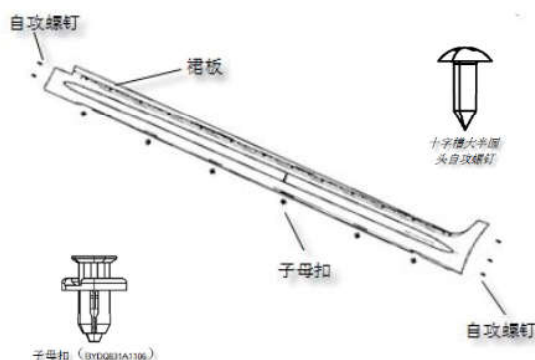

图 2-23
- (1) 用十字螺丝刀将车身前轮和后轮处 5 个自攻螺钉拆卸掉;
- (2) 用一字螺丝刀将于车身底部支架连接的 6 个子母扣拆卸掉, 如图 2-23 所示;
- (3) 将裙板沿 Y 向向外拉, 即可完成裙板的拆卸;
- (4) 裙板的安装顺序与拆卸相反。